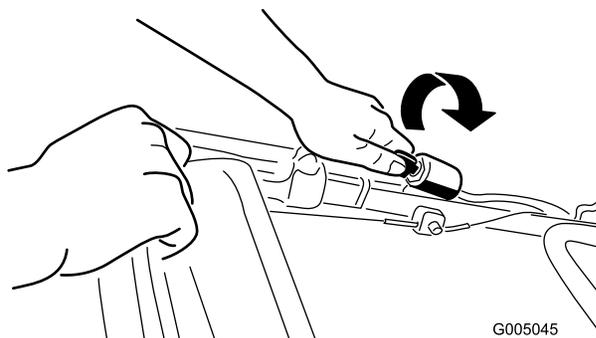
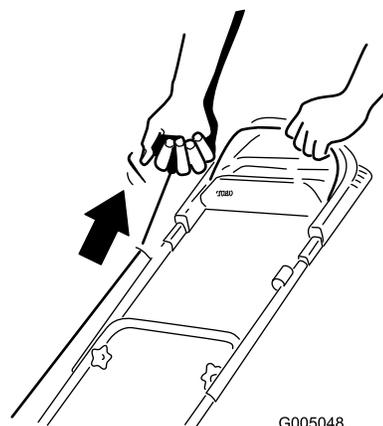

Figura 15
Figura 16
3. Haga girar la llave de contacto (Figura 15) (modelos 20074 y 20074A solamente) o tire del arrancador de retroceso (Figura 16).